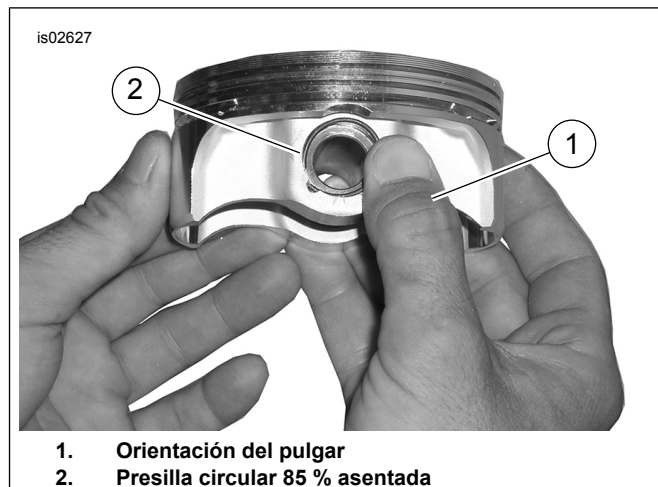

Figura 4. Instale la presilla circular
2. Vea Figura 4 . Coloque el pulgar (1) como se muestra. Presione firmemente hasta que aproximadamente el 85% de la presilla circular (2) esté colocada en la ranura.